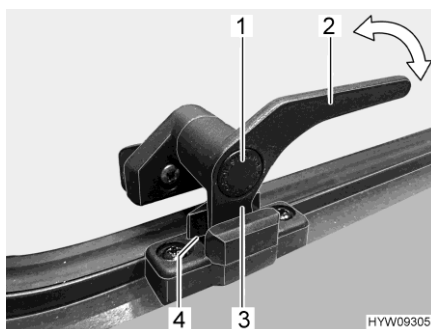

Bild 62 Verriegelungshebel (Stellung "Dauerbelüftung")
- in Stellung "Dauerbelüftung" (Bild 62)
- Sicherungsknopf (Bild 62,1) drücken und gedrückt halten.
- Den Verriegelungshebel (Bild 62,3) eine viertel Umdrehung zur Fenstermitte hin drehen.
- Den Verriegelungshebel wieder zurückdrehen. Die Verriegelungsnase (Bild 62,3) am Verriegelungshebel dabei in die Aussparung der Fensterverriegelung (Bild 62,4) einfahren.
- Sicherungsknopf (Bild 62,1) loslassen.